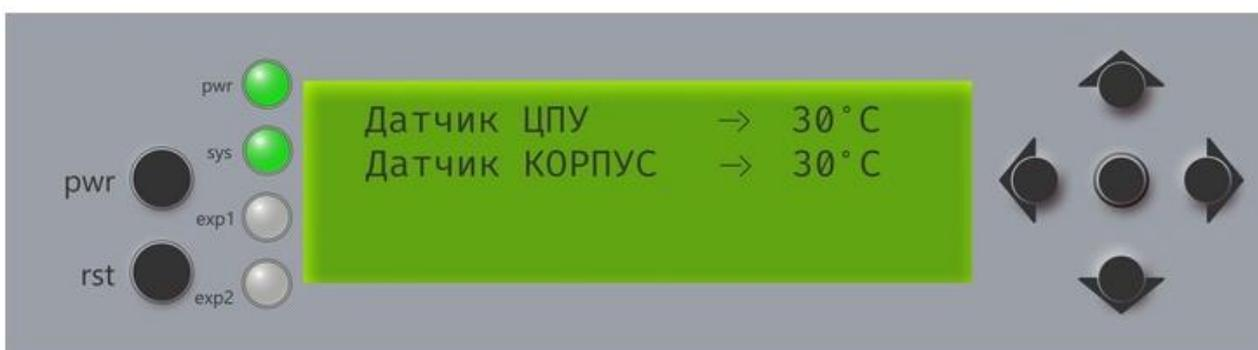
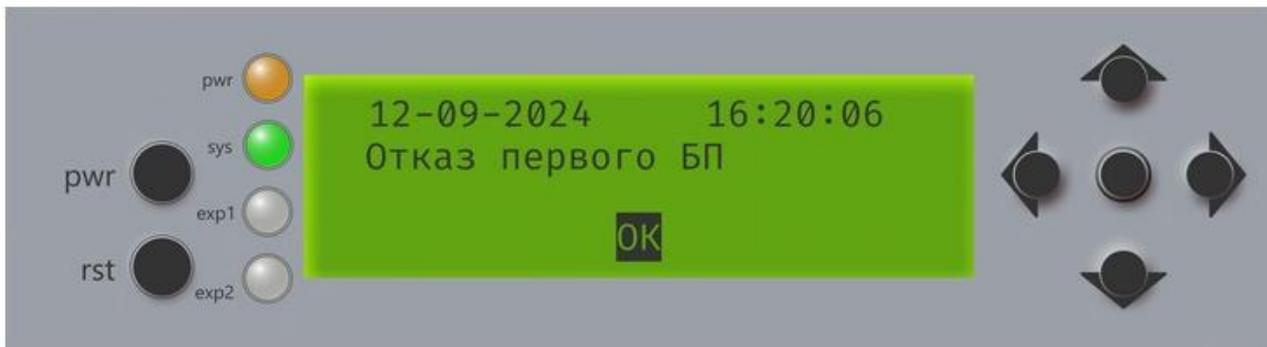

Рисунок 13 – Пример диагностики датчиков температуры
Рисунок 17 – Пример сообщения на ЖК дисплее при отказе первого блока питания
- статусы источников питания, датчиков температуры, вентиляторов (рисунок 13 – Рисунок 17).